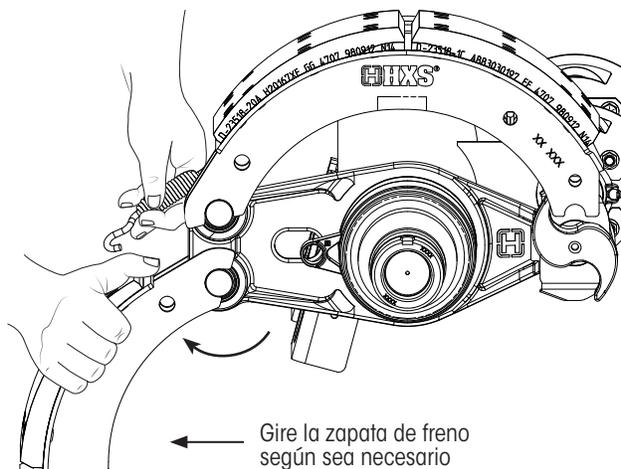

Figura 44: Colocación de resortes de retención de freno nuevos
6. **Coloque** la zapata de freno superior en su posición (Figura 44), apoyando un extremo de la zapata de freno en el perno de anclaje y el otro extremo en la leva-S.
7. **Coloque** la zapata de freno inferior en su posición sobre el perno de anclaje y gire la zapata hacia atrás (Figura 44).
8. **Enganche** ambas zapatas con dos resortes de retención de freno nuevos (uno a cada lado, como se muestra en la Figura 44).